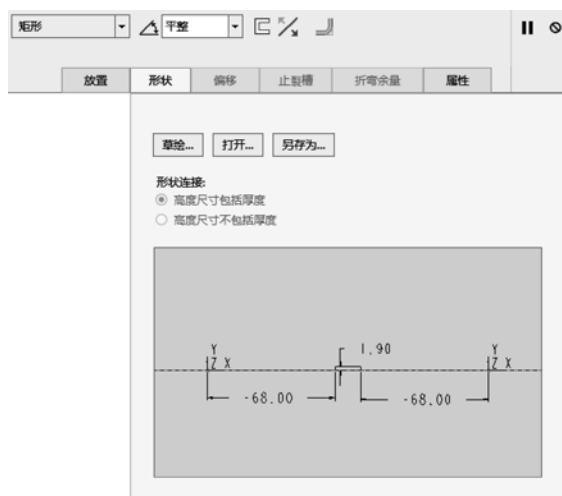

图 7-51 设置形状尺寸
(4) 在“平整”选项卡中打开“形状”面板，从中设置图 7-51 所示的形状尺寸。